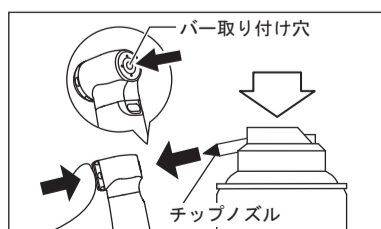

図10
- 2) プッシュボタンを軽く押しながらバーの取り付け穴へ直接スプレー注油を行います(図10)。